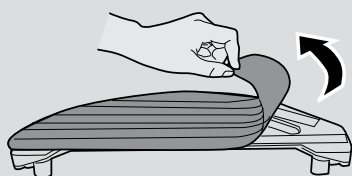

Fig. 13
1. Verwijder de dweeldoek van het onderste deel van de watertank. [Fig. 13]